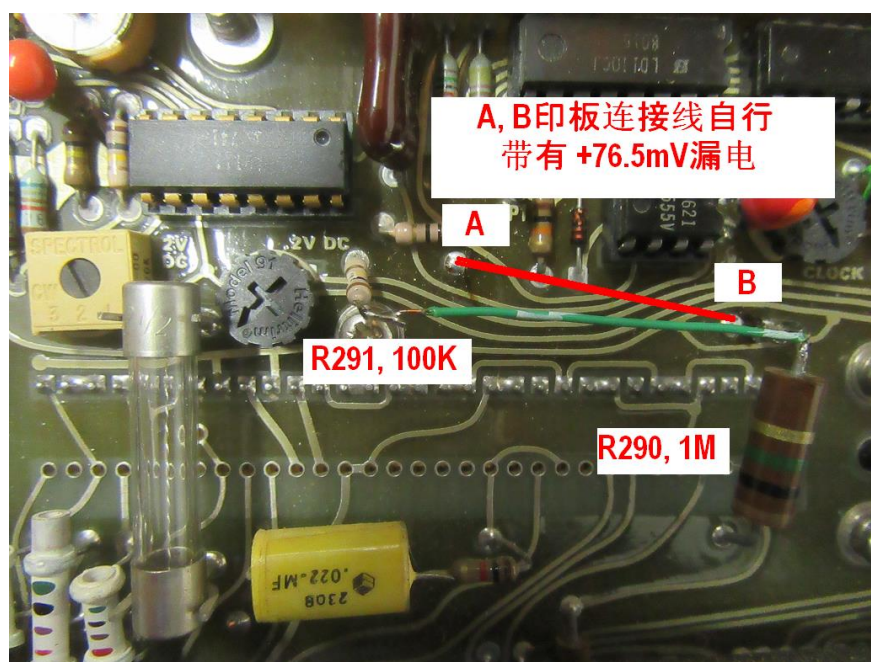

图 6. 跳过印板连线, 用绿色外接电线直接连通 R290, R291
- 4) 解决故障:跳过印板连线,用绿色外接电线直接连通 R290, R291.见图 6.至此 DM-502 修理完毕.